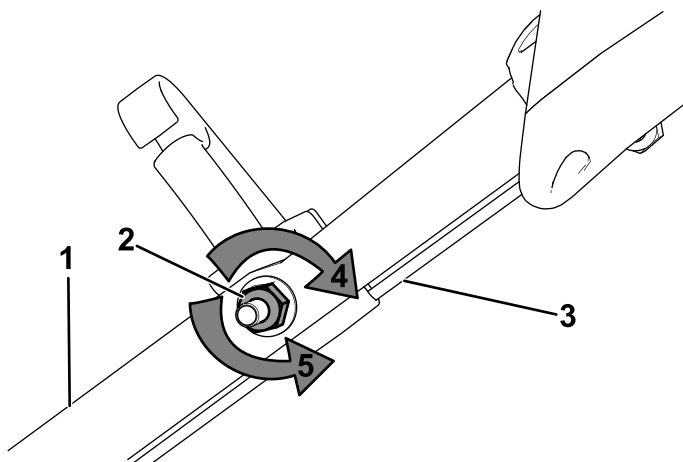

Figura 29
1. Gire la tuerca de ajuste en sentido antihorario para aflojar el cable (Figura 29).
2. Ajuste la tensión del cable (Figura 29) tirando del mismo hacia atrás o empujándolo hacia adelante, y manténgalo en esa posición.